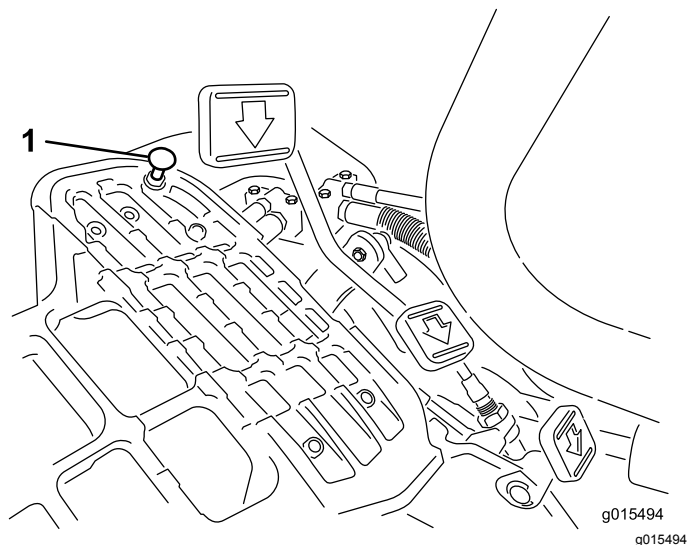

Figura 35
Se il pedale tocca il fermo (Figura 35) prima che avvertiate la tensione sul cavo, effettuate la seguente procedura di regolazione:
1. Spostate la leva di comando delle funzioni in posizione di TRASFERIMENTO e allentate il dado di bloccaggio che fissa il fermo del pedale alla piastra di appoggio (Figura 35).